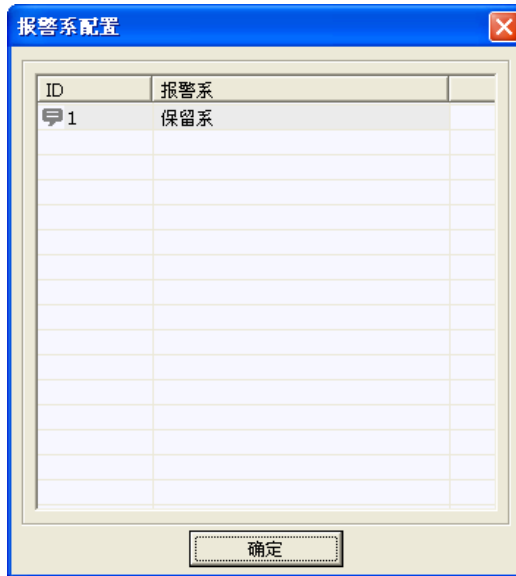
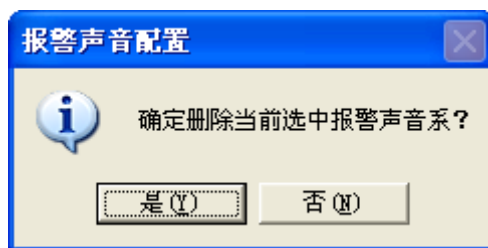

图 9-7 报警系配置
图 9-15 删除报警系
用户可以根据需要自己设置工程需要的声音系，方便管理和控制现场。点击工具栏中的报警声音配置图标“”，在弹出的菜单中选择“报警系配置”，弹出报警系配置窗口，如图 9-7 所示。
11. 右键点击如图 9-7 窗口的空白处，选择“添加报警系”，弹出如图 9-8 示窗口。
14. 若想修改报警系，则选择图 9-7 窗口的某一个报警系，右键选择“编辑报警系”，弹出编辑报警系对话框，如图 9-14 所示，然后选择需要修改的报警信息进行编辑。
15. 若某个报警系长期不使用，为了节省内存空间以及优化报警信息，可以将其删除。在图 9-7 窗口选中该报警系，右键选择“删除报警系”，弹出如图 9-15 所示的对话框，点击确定即可删除成功。